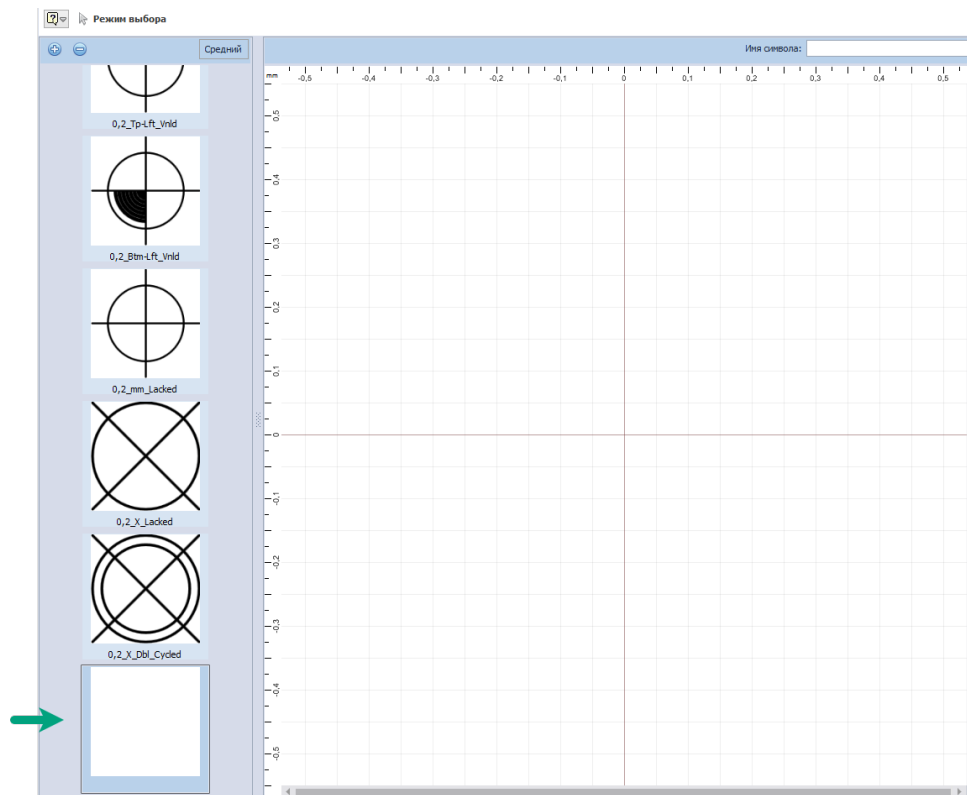

Рис. 424 Поле для создания нового символа
- в списке символов будет создан новый символ, размещенный в конце списка, Рис. 424. Рабочая область будет пустой.